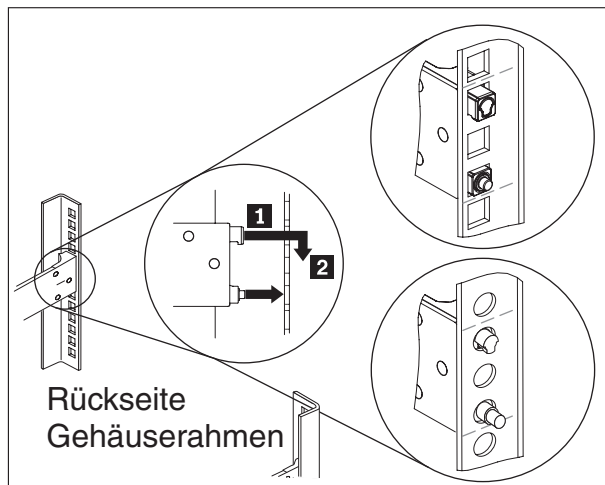

Abbildung 7. Hinteres Ende der Schienen installieren
2. Installieren Sie das hintere Ende der Schienen, wie in Abb. 7 dargestellt, wie folgt: